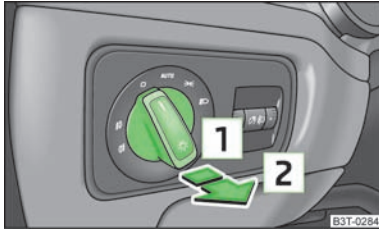

Fig. 34
- Întâi rotiți comutatorul de lumini în poziția sau » fig. 34.